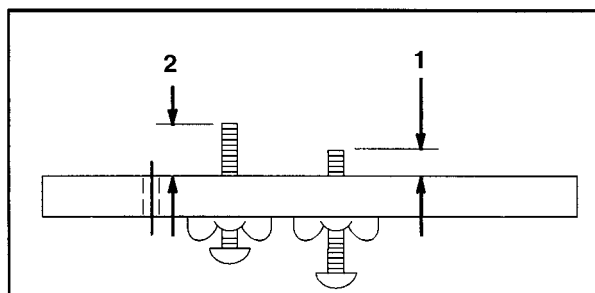

Fig. 19
6. Mål høyden til første og andre skrue med et skyvelære. Målet skal være fra armflaten til enden av skruen (fig. 19).